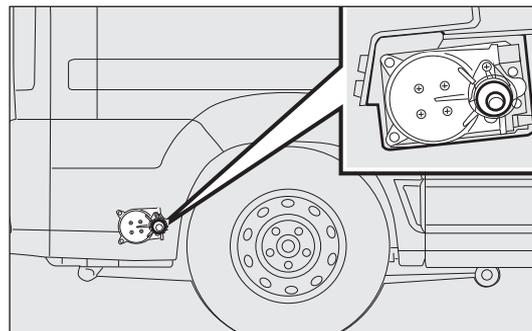
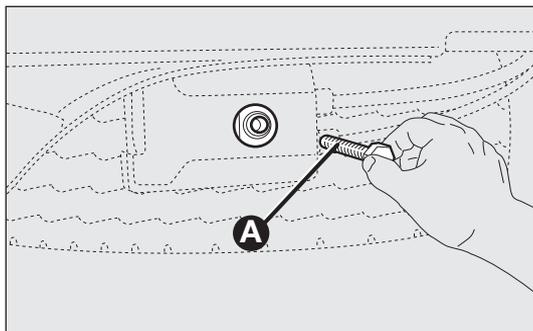

fig. 156
fig. 157
- para todas las versiones, accediendo desde el pasarrueda trasero derecho del vehículo fig. 156, accione el tornillo de maniobra del dispositivo de sujeción de la rueda, utilizando la llave de serie que lleva el alar-go/adaptador correspondiente A-fig. 157;
- introduzca la llave para desmontar ruedas en el tornillo de la fig. 156 – 157 y gírela hacia la derecha para que la rueda de repuesto suba hasta que quede totalmente apoyada debajo de la plataforma.
- introduzca la llave para desmontar ruedas en el tornillo fig. 156 y gírela hacia la derecha para que la rueda de repuesto pueda subir.